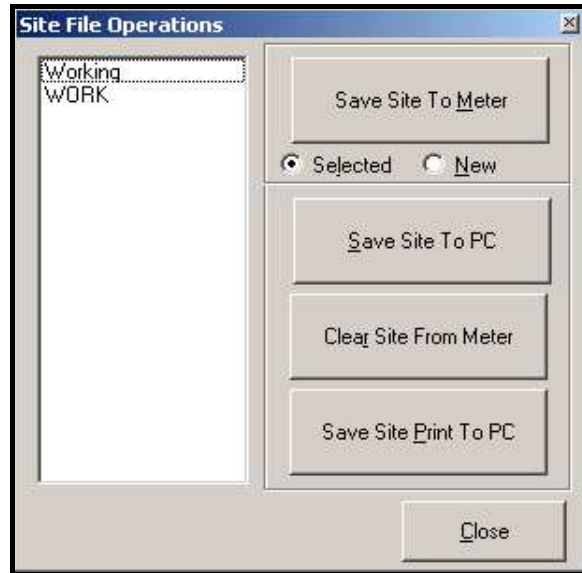

Figura 51: Ventana de operaciones de archivo del sitio
- Haga clic en el botón [Archivos de sitio]. Se abrirá la ventana Operaciones de archivo de sitio, como se muestra en la *Figura 51*.
1. Resalte el sitio deseado en el panel izquierdo. (Véase la *Figura 51 en la página 102*.)